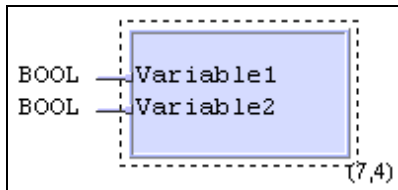

Fig. 50: Declaração de interfaces
- ☐ Definir a “posição” das variáveis no bloco. No exemplo na Fig. 50, a “Variable1” é mostrada na segunda posição superior esquerda.